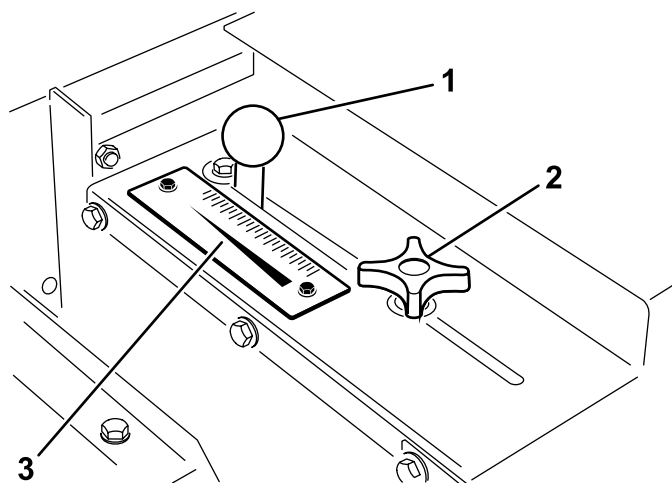

Figura 19
1. Allentate la manopola di bloccaggio (Figura 19) in modo da consentirne lo scorrimento nella scanalatura.
2. Posizionate la manopola della sponda (Figura 19) nella posizione desiderata e serratela per fissare la regolazione.
Utilizzate la relativa scala (Figura 19) per determinare la portata desiderata. Vedere Volume di applicazione della sabbia (pagina 18).